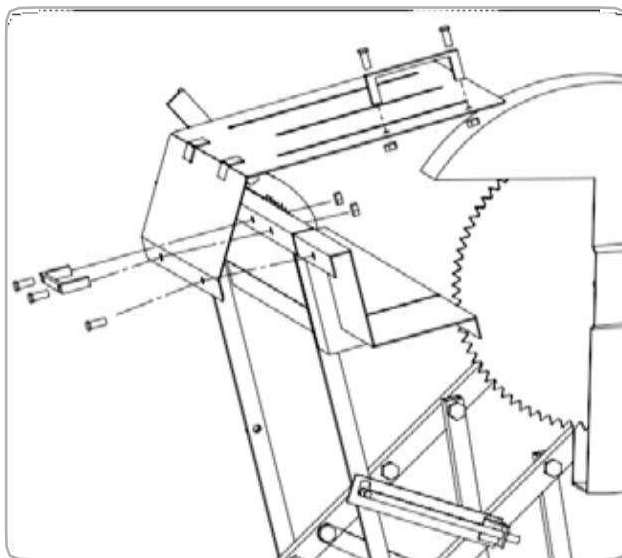

Fig.13
■ Montage des poignées (Fig.13)
Fixez la deuxième poignée (C) à la surface supérieure du capot de protection (B) (voir Fig. 13).